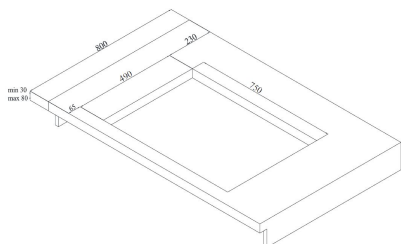

Fig. 8
3. ➤ Hullet produktet skal monteres i skal have målene som på tegningen 490 mm. x 750 mm. (Fig. 8).